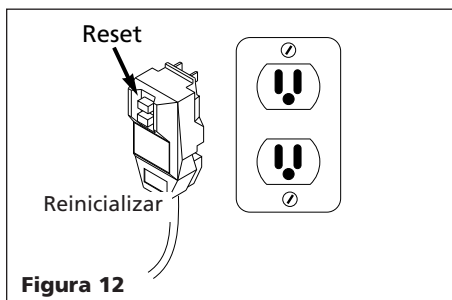

Figura 12
5. Conecte el cordón eléctrico a un tomacorrientes conectado a tierra y oprima el botón del dispositivo contra cortocircuitos tal como se le indica en la Figura 12. ESTO LO DEBE HACER CADA VEZ QUE CONECTE LA UNIDAD AL TOMACORRIENTES.